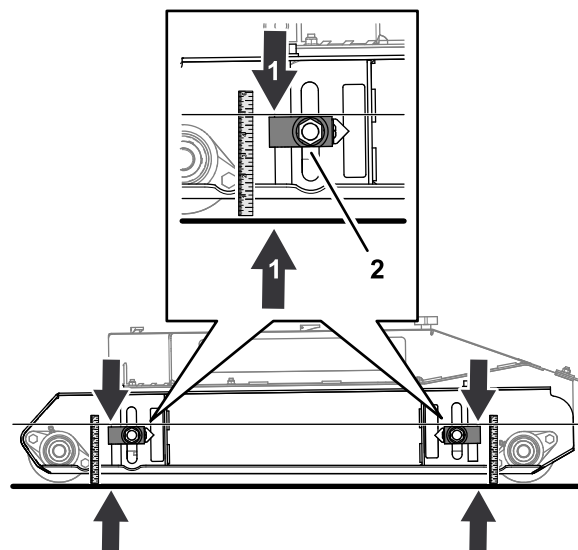

Figura 73
1. Allentate il dado che fissa il blocco regolatore dell'altezza di taglio (Figura 73).
2. Spostate il regolatore dell'altezza di taglio in alto o in basso fino a misurare 124 mm dalla parte superiore del blocco regolatore fino a terra (Figura 73).